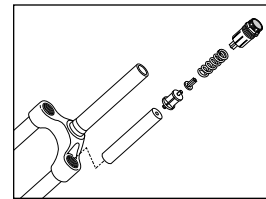

Abb. 2
2. Entfernen Sie das Suspension-Magazin (bestehend aus Verschlusskappe, Spiralfeder, Federanschlag, Spacer und MCU; siehe Abb. 2).